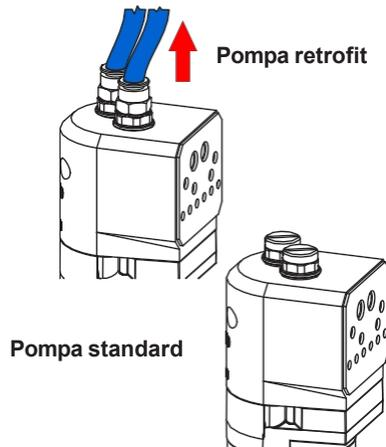

Figura 15 Rimozione del tubo dell'aria di spurgo
1. Vedere la Figura 15. Eseguire un cambio di colore per rimuovere la polvere vecchia dalla pompa, quindi scaricare la pressione dell'aria del sistema e scollegare il tubo dell'aria di spurgo.